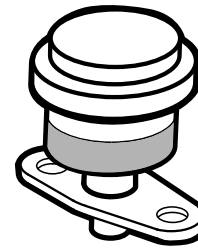

Figura 33
Revise el filtro del limpiador de aire primario únicamente cuando el indicador de mantenimiento (Figura 33) lo requiera. El cambiar el filtro antes de que sea necesario sólo aumenta la posibilidad de que entre suciedad en el motor al retirar el filtro.
1. Compruebe el indicador de obstrucción del filtro. Si el indicador se ve rojo, sustituya el filtro de aire (Figura 33).